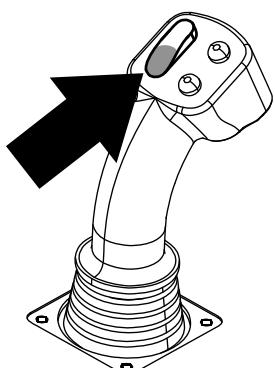
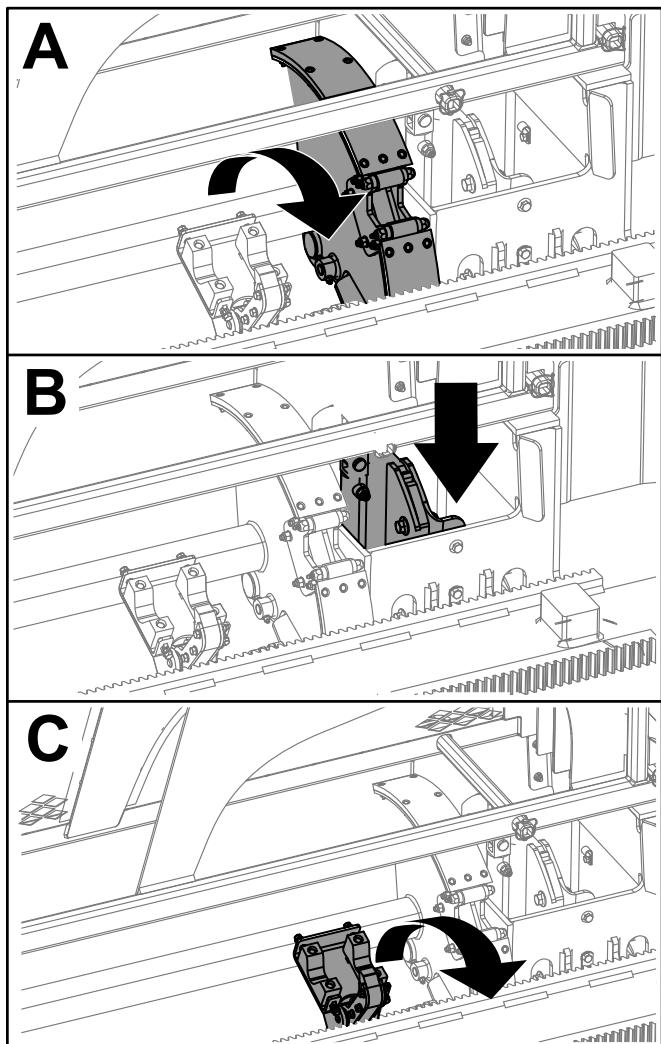

Bild 15
Bild 16
3. Halten Sie die untere rechte Taste des 8-Tasten-Joysticks (Bild 10) oder den unteren Teil des Kippschalters (Bild 15) auf dem 4-Tasten-Joystick gedrückt, bis die folgenden 3 Aktionen ausgeführt werden (Bild 16):